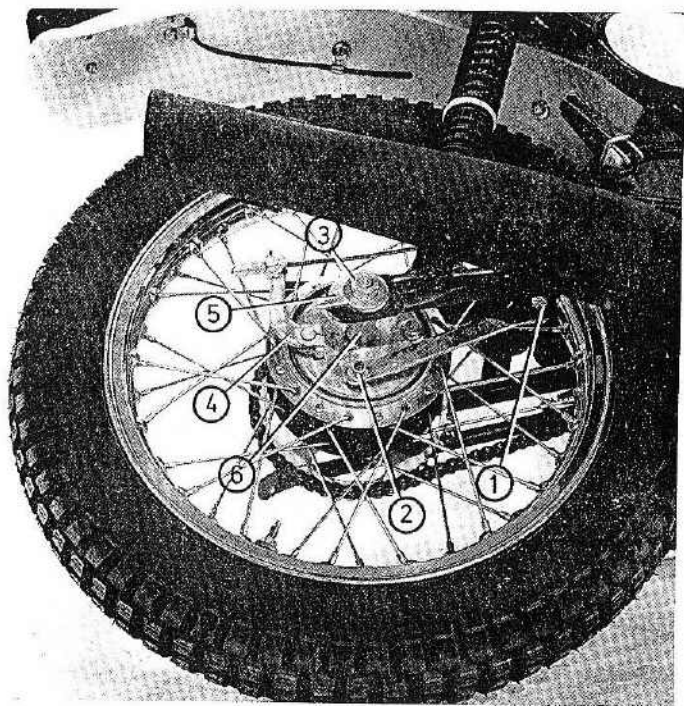

Fig. 21
Aflojar el eje de la rueda 3 (fig. 21 y anclaje 1.2). Actuar con las levas hasta conseguir la oscilación de 40 mm en la cadena, asegurándose de que se apoyan bien los asientos del basculante. Una vez todo apretado, comprobar que el tensado es correcto, puesto que si la cadena se dejara excesivamente tirante puede dañar el eje y piñón de salida del cambio de velocidades.
Desserrer l'axe de la roue 3 (fig. 21, ancrage 1.2). Agir sur les cames jusqu'à obtenir l'oscillation de 40 mm de la chaîne, s'assurant que les assises du bras oscillant s'appuient bien. Une fois le tout resserré, s'assurer que la tension est correcte, car si la chaîne est trop tendue, elle peut endommager l'axe et le pignon de sortie de la boîte de vitesses.
Loosen the wheel axle 3 (fig. 21 and anchor plate 1.2). Rotate the cams until obtaining the 40 mm play in the chain, making sure that they seat properly against their flanges on the swinging arms. After all has been tightened, check that tension is correct, because if the chain is too tight, the engine shaft and sprocket may be damaged.
2. Desmontaje de la rueda trasera. Para ello soportar la máquina de manera que la rueda gire libremente. Desmontar el tirante anclaje del plato portazapatas 2 (fig. 21) aflojando previamente su fijación a la basculante 1. Soltar el cable del freno, presionando sobre la palanca 4.
2. **Démontage de la roue arrière.** Placer la machine sur un support de façon à ce que la roue tourne librement. Démonter la bride d'ancrage du plateau porte-garnitures 2 (fig. 21), en desserrant au préalable sa fixation au bras oscillant 1. Détacher le câble du frein en desserrant l'écrou du levier 4.
2. **Removing the Rear Wheel.** Support the frame so that the rear wheel is off the ground. Remove the anchor plate from the backing plate 2 (fig. 21) previously loosening its attachment to the swinging arm 1. Remove the brake rod loosening the brake lever adjuster 4.